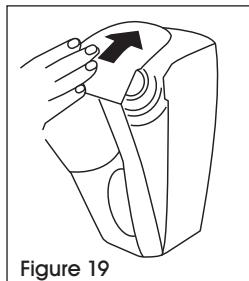

Figure 19
- Fermez le distributeur en plaçant la main sur le dessus ou à l'avant en dessous du tampon poussoir en pressant le couvercle vers le haut jusqu'à ce qu'il s'enclenche en place. (Voir Figure 19)